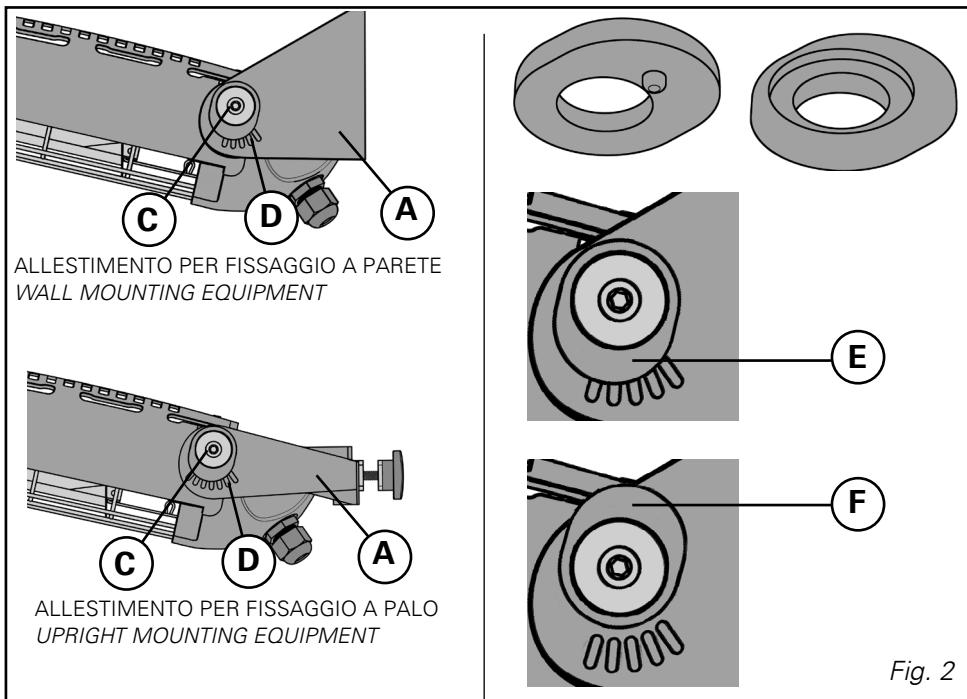
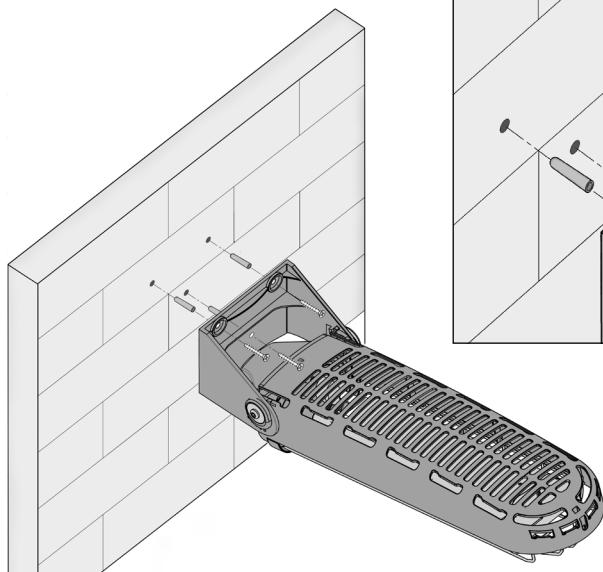

Fig. 2
Fig. 3
Podczas mocowania urządzenia do ściany lub słupka, sprawdzać, czy otwory wsporcze (rys. 2-D) zwrócone są do dołu.
- Mocowanie do ściany (rys. 3). Przed nawierceniem ściany w celu umocowania 3 kołków rozporowych sprawdzić jej solidność oraz czy nie przebiegają w danym miejscu przewody elektryczne lub inne elementy. Za pomocą wiertła 5 mm wykonać w ścianie 3 otwory. Odpowiednio dobranymi kołkami umocować dołączony wspornik do ściany (rys. 2-A). Sprawdzić, czy otwory (rys. 2-D) znajdują się w części dolnej. Wyregulować nachylenie urządzenia. Zamocować je, dokręcając wkręty boczne (rys. 2-C).
- Mocowanie do słupka (rys. 4) lub parasola (rys. 5). Urządzenie można mocować do słupka lub żeber parasola za pomocą wspornika oferowanego w opcji (kod 4165.792 – rys. 2-B). Słupek lub żebra parasola mogą mieć przekrój okrągły o średnicy od 20 mm do 45 mm lub kwadratowy o boku od 18 mm do 33 mm. Sposób montażu przedstawiony został na rys. 7. Przed dokręceniem 2 tylnych pokręteł mocowania wspornika sprawdzić, czy otwory (rys. 2-D)
znajdują się w części dolnej. Wyregulować nachylenie urządzenia.  mocować je, dokręcając wkręty boczne (rys. 2-C).
Jeżeli przycisk unieruchamiający zamocowany zostanie z pełną częścią zwróconą do dołu (rys. 2-E), urządzenie zostanie zablokowane i nie będzie możliwa regulacja nachylenia. Natomiast gdy przycisk unieruchamiający zamocowany zostanie z pełną częścią zwróconą do góry (rys. 2-F), można będzie regulować nachylenie urządzenia (w tym przypadku należy dokręcić wkręty boczne, nie wywierając nadmiernej siły).
Urządzenie włączać, naciskając wyłącznik. Sprawdzić, czy promiennik skierowany jest w stronę strefy, która ma zostać ogrzana. W razie konieczności zmiany kąta nachylenia, odkręcić wkręty boczne (rys. 2-C) i wybrać odpowiedni otwór mocujący (rys. 2-D). Po zakończeniu czynności wkręty dokręcić.